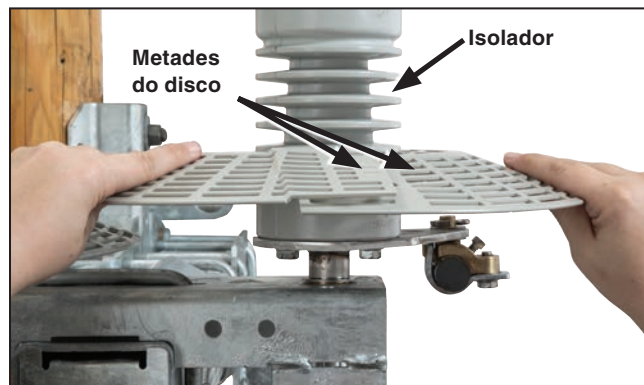
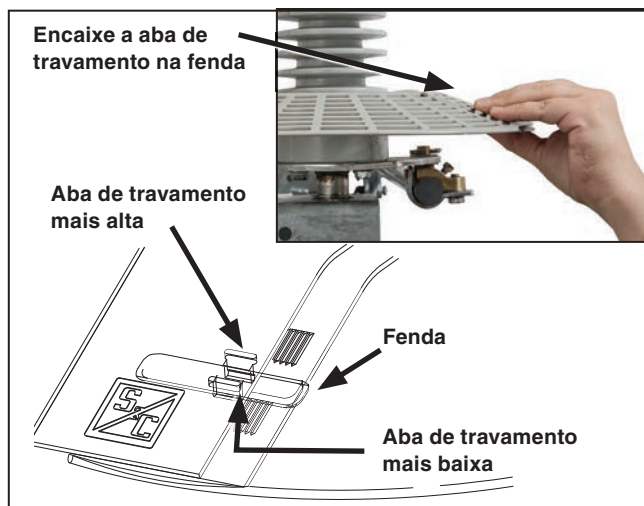

Figura 16. Encaixe as duas metades do disco em torno do isolador.
Figura 17. Encaixe a aba de travamento mais baixa na fenda.
- (a) Para montar os discos, disponha as duas metades do disco em torno do isolador no lado face. Ver Figura 16. Em seguida, insira as abas de travamento de uma metade de disco na fenda aberta da outra metade para criar um encaixe sobreposto seguro. Repita o procedimento no lado oposto do disco. Quando as metades estiverem corretamente montadas, o logotipo da S&C fica posicionado na parte superior dos dois discos. Ver Figura 17.
- (c) Empurre conjuntamente as duas metades do disco em direção ao isolador, de forma que o encaixe do disco com o isolador seja o mais justo possível. Ver Figura 18. Encaixe a aba de travamento mais alta de forma firme na posição. As duas abas devem sobressair pela fenda aberta, como mostrado na Figura 17.